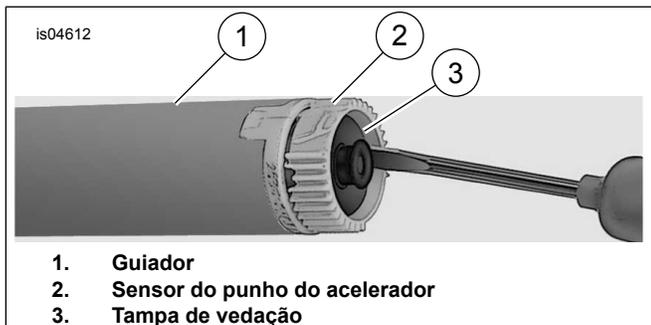

Figura 1. Remova a tampa de vedação
- Ver Figura 1 . Introduza uma chave de fendas pequena ou outra ferramenta de lâmina plana dentro da área plana de um dos lados da tampa de vedação.